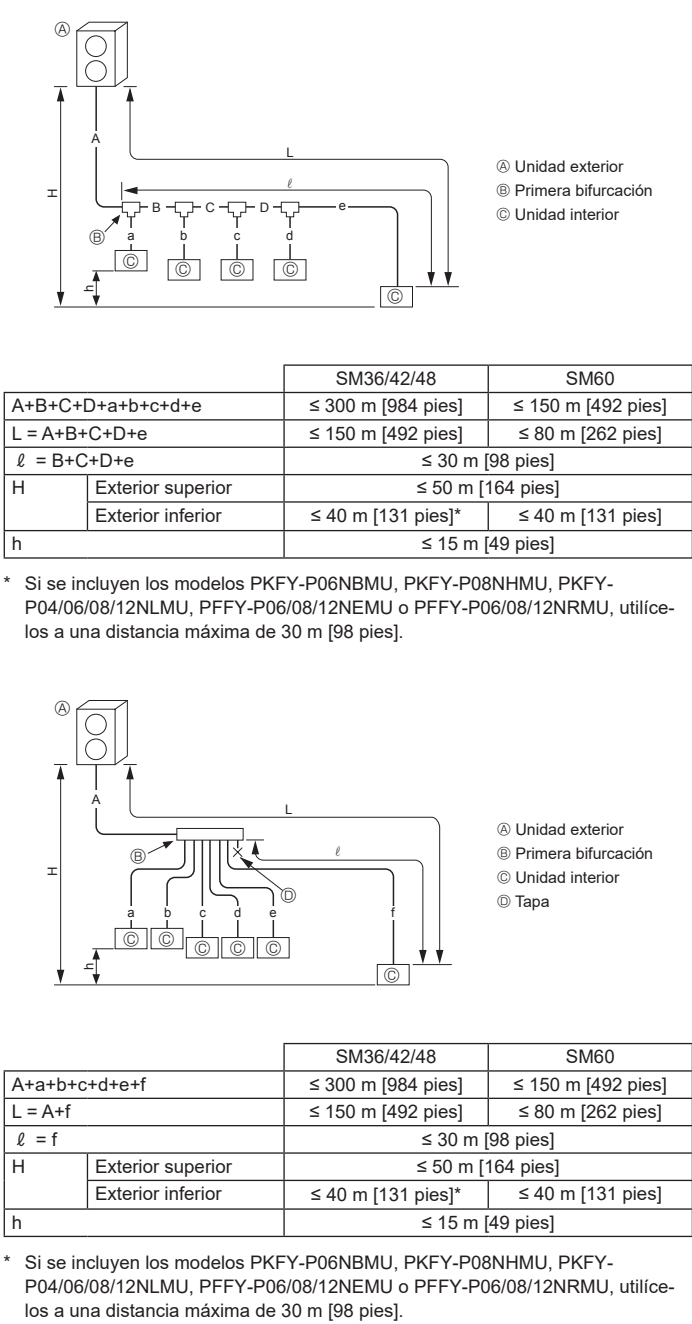

Fig. 4-1
4.2.1. Conexión sin Caja de derivación (Fig. 4-1)